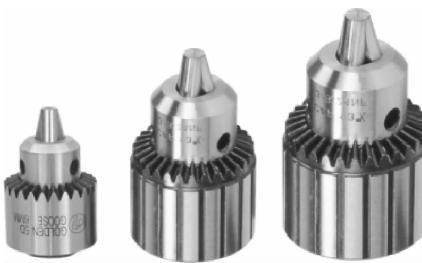
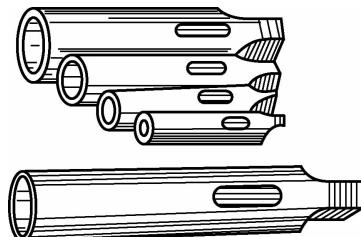

图 0-8 钻 夹 头
图 0-9 钻 头 套
(2)钻床附件。钻床附件主要有钻夹头、钻头套等。钻夹头(见图 0-8)用来装夹直径不大于 13 mm 的直柄钻头。钻头套(见图 0-9)用来装夹锥柄钻头,根据钻头锥柄莫氏锥度的号数选用相应的钻头套。